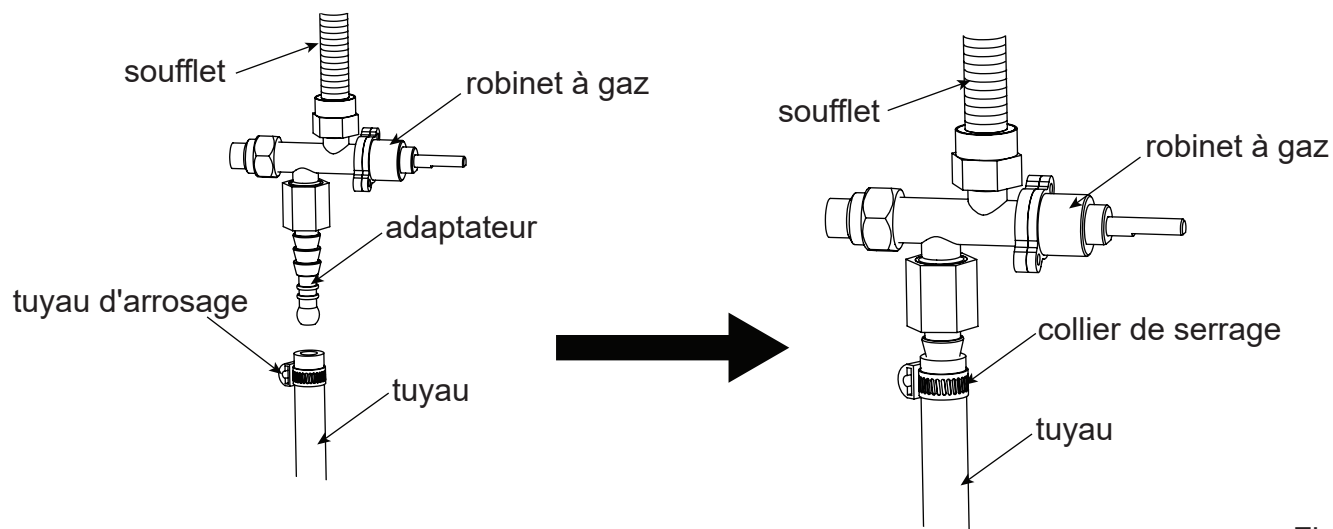

Figure 5
6. Préparez le tuyau et le collier de serrage, branchez l'adaptateur sur le tuyau et serrez avec le collier de serrage (voir figure 5).